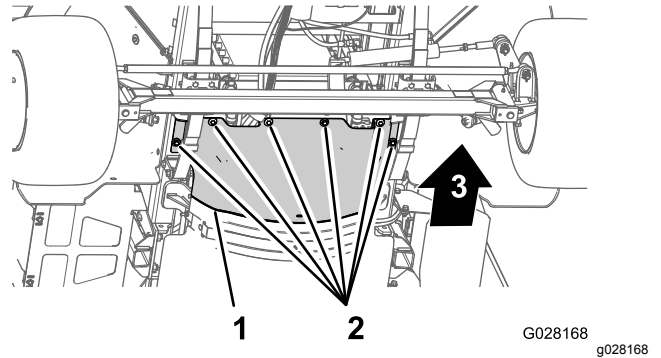

图41
4. 卸下将前隔热罩固定至底盘的 6 个六角头螺栓和 6 个垫圈然后取下隔热罩图 41。